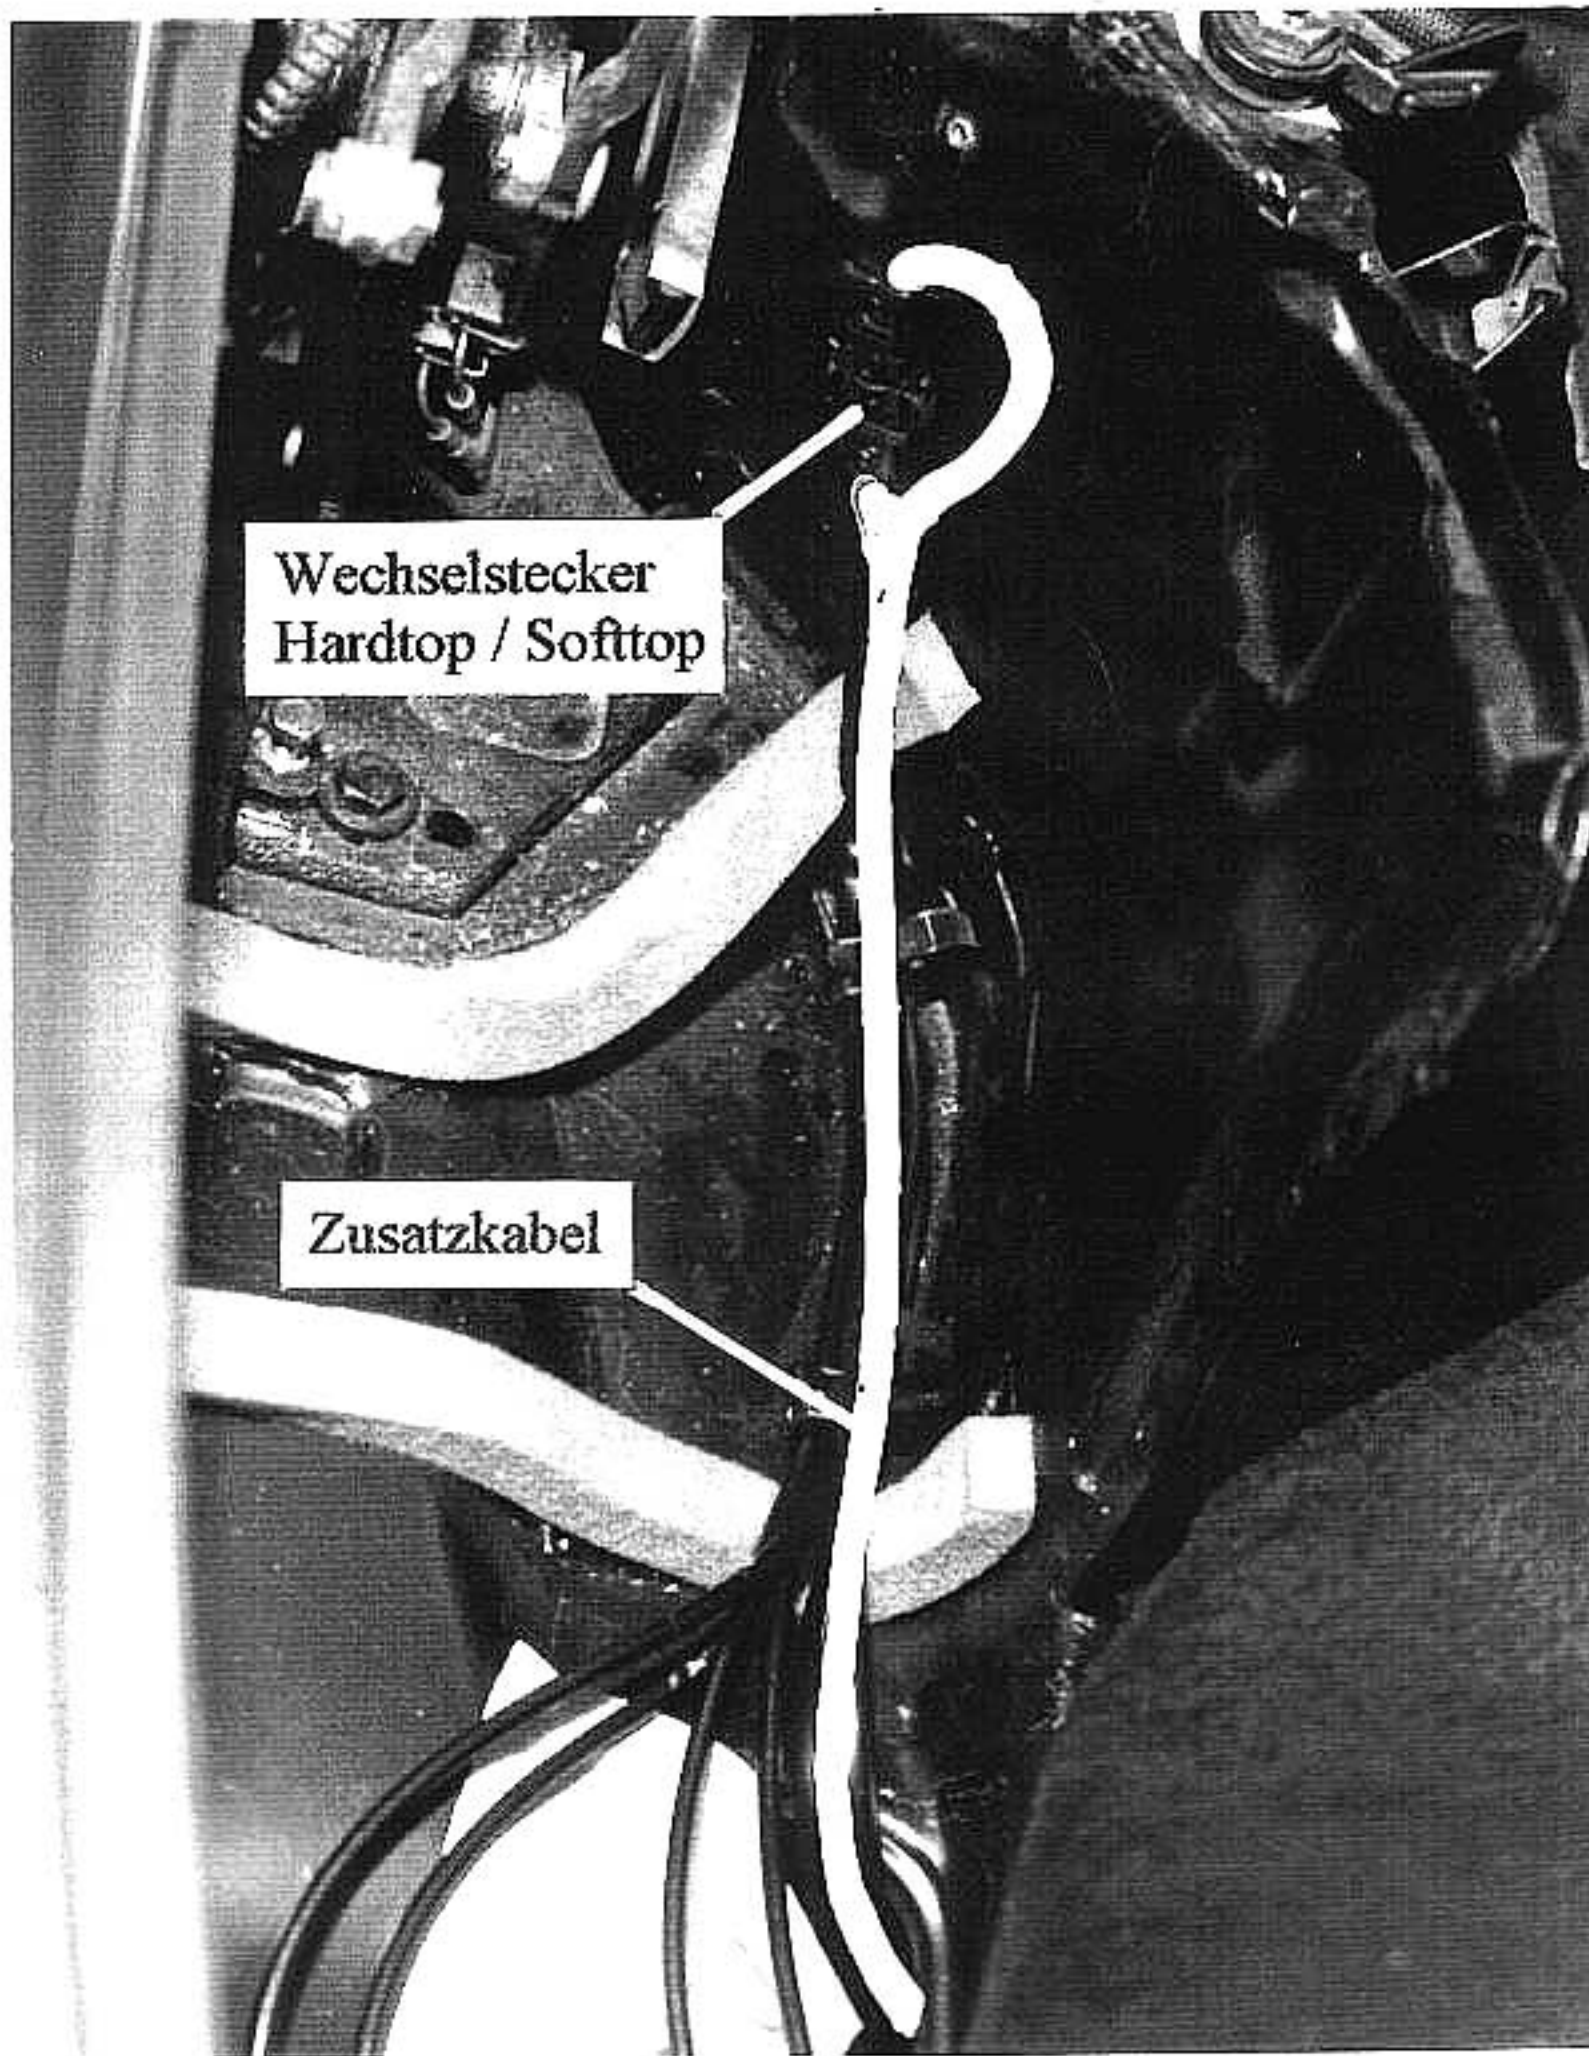

Bild 4 (unter Verdeckkastenverkleidung links)
- > Verlegen des Zusatzkabels nach (Bild 4) unter der Verdeckkastenverkleidung links.
- > Steckverbindung für heizbare Heckscheibe (Wechselstecker *Bild 4*) lösen.
- > Zusatzkabel (Verlängerung) für heizbare Heckscheibe links an der C-Säule ausstecken und Softtopstellung (*Bild 4*) wieder stecken.